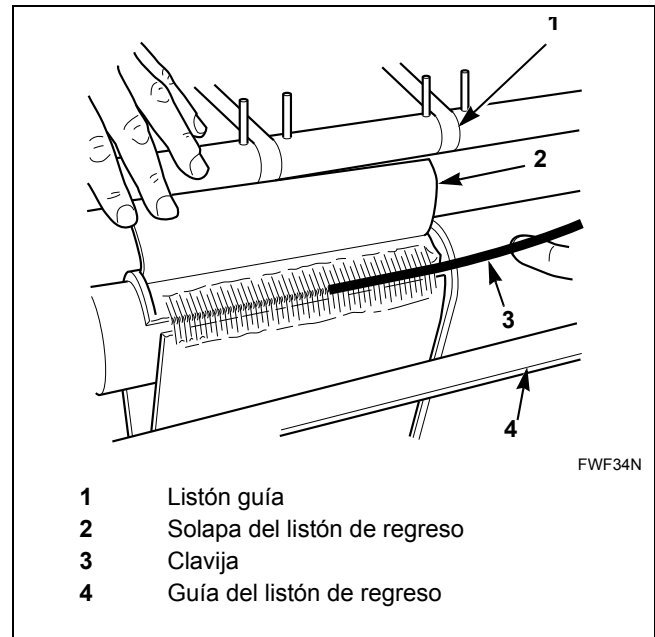

Figura 35
6. Quite la clavija de los dientes del listón de regreso. Consulte la Figura 35.